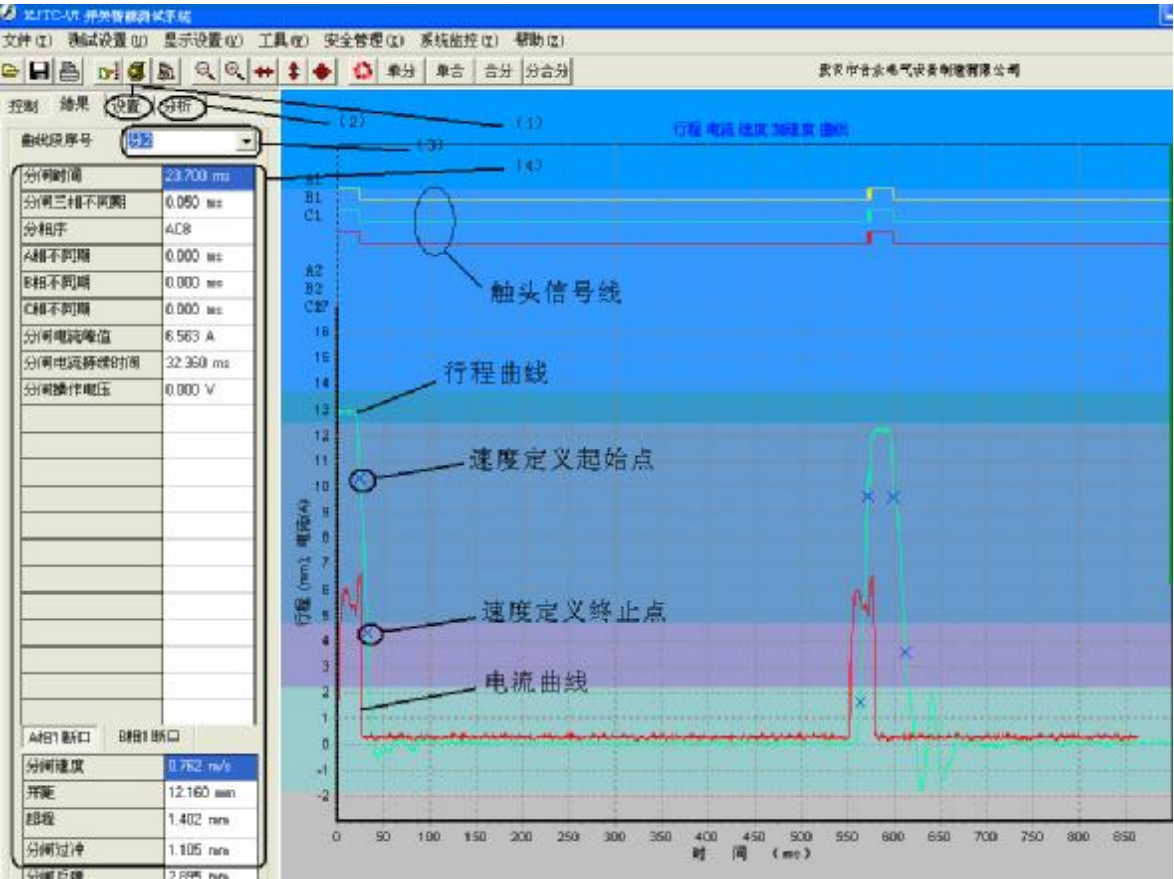

图 22 结果显示
在上述自动测试完成后,主界面将自动显示测试结果和测试曲线（见图 22）。
- (2) “分析” 页面，在其中可以分析视在平均速度和加载参考曲线；
- (3) 当进行多段操作时（如图 22 即为分合分），在此处可以选择需要显示那一段的曲线；
- (4) 测试结果数据；